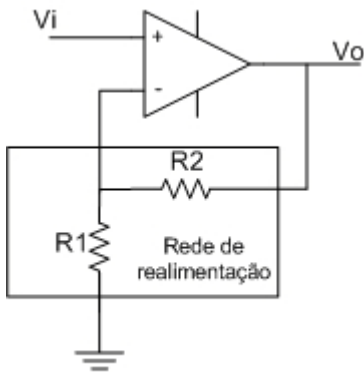

Figura 03
03. Observe a figura 03.
O fator de realimentação  $\beta$ , no circuito da figura 03, é